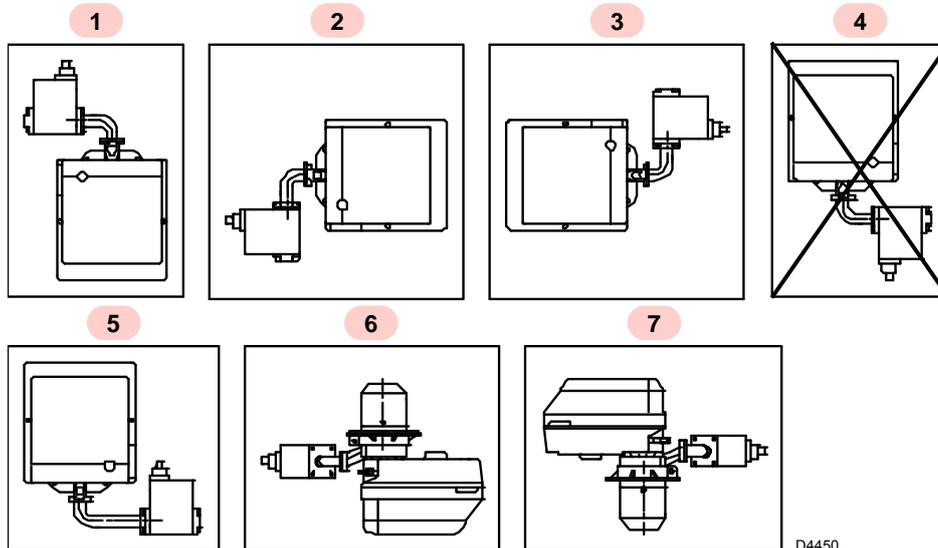

Fig. 8
- O queimador está pré-configurado exclusivamente para o funcionamento nas posições 1 (Fig. 8).